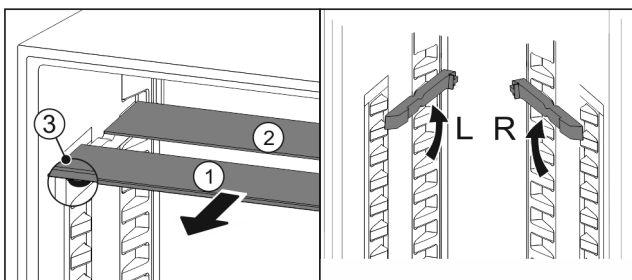

Fig. 115
- ▶ По одной извлеките Fig. 115 (1) стеклянные панели движением вперед.
- ▷ Стеклянная панель Fig. 115 (1) с декоративной планкой лежит спереди.
- ▷ Стопоры Fig. 115 (3) показывают вниз.